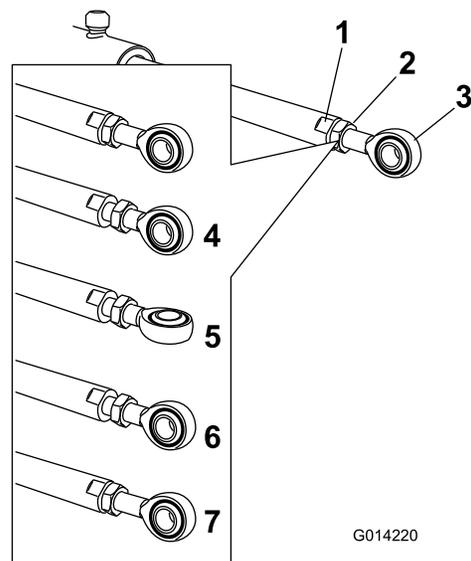

Figure 110
5. Placez une clé sur les méplats de la tige de vérin pour l'immobiliser, puis desserrez l'écrou de blocage pour pouvoir ajuster la tige à œillet (**Figure 110**).
6. Tournez la tige à œillet dans la tige du vérin pour raccourcir ou allonger le vérin déployé à la position voulue (**Figure 110**).